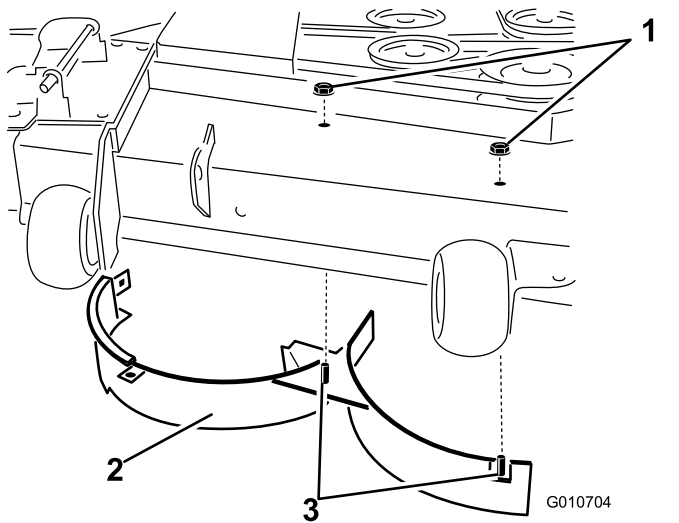

Bild 18
11. Entfernen Sie die zwei Sicherungsmuttern (5/16"), mit denen die geschweißten Streben des rechten Ablenkblechs oben am Mähwerk in der Mitte und rechts von der Mittelstellung befestigt sind (Bild 18).
12. Entfernen Sie die Schlossschraube und Sicherungsmutter, mit denen das rechte Ablenkblech oben am Mähwerk befestigt ist, und nehmen Sie das rechte Ablenkblech vom Mähwerk ab (Bild 18).